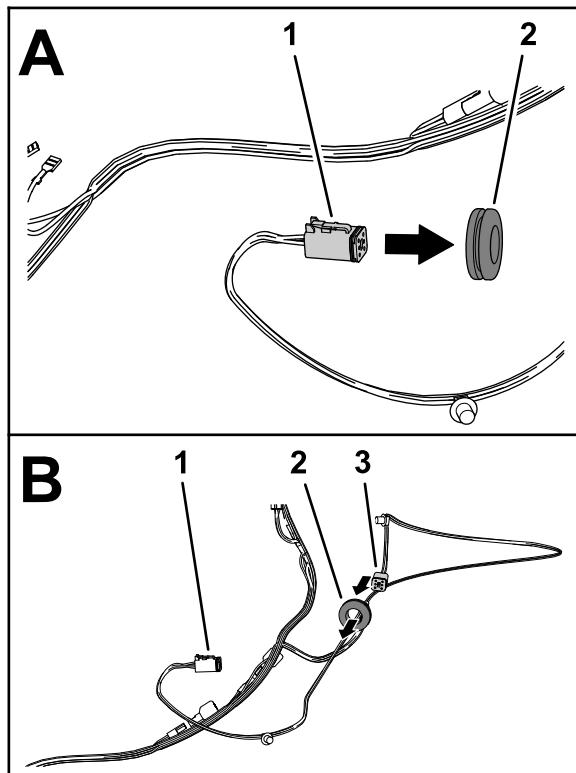

Bild 8
- Fluchten Sie den 6-Buchsen-Stecker für den BLINKER BZW. DIE BEGRENZUNGSLAMPE VORNE LINKS des 99-cm-Kabelbaumzweigs durch die Scheibe aus (Bild 8).